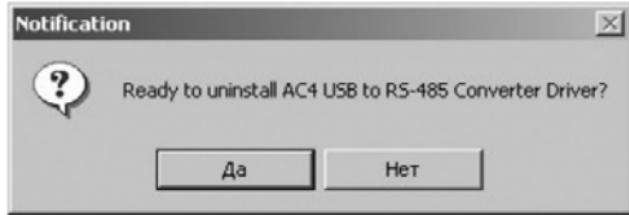

Рис. 7.6. Экранная форма подтверждения удаления драйвера
- подтвердить удаление, нажав кнопку «Да» в появившейся форме (рисунок 7.6);